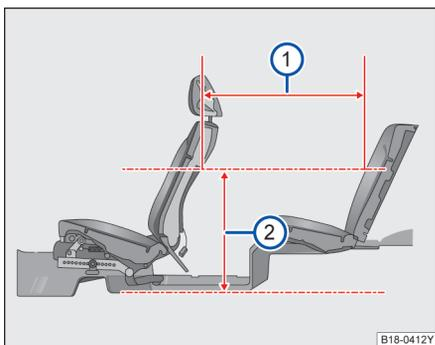

图 71 座椅座间距
当前排座椅前后位置：座椅最后往前滑动 99mm，高度及靠背角都处于设计位置；后排座椅位于设计位置时，在距离地板位置 620mm 处⇒图 71②，座间距为 872mm⇒图 71①。